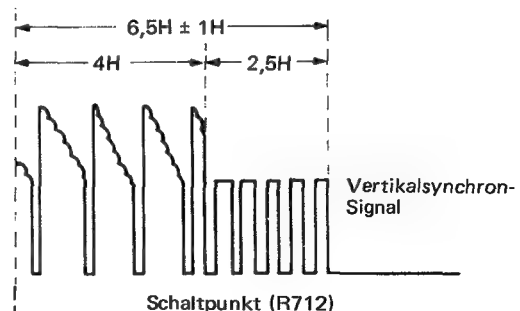

Abb. 8-17
5. Mit dem Oszilloskop die (-) Synchronflanke wählen und R712 so einstellen, daß die in Abb. 8-17 gegebenen Anforderungen erfüllt werden.